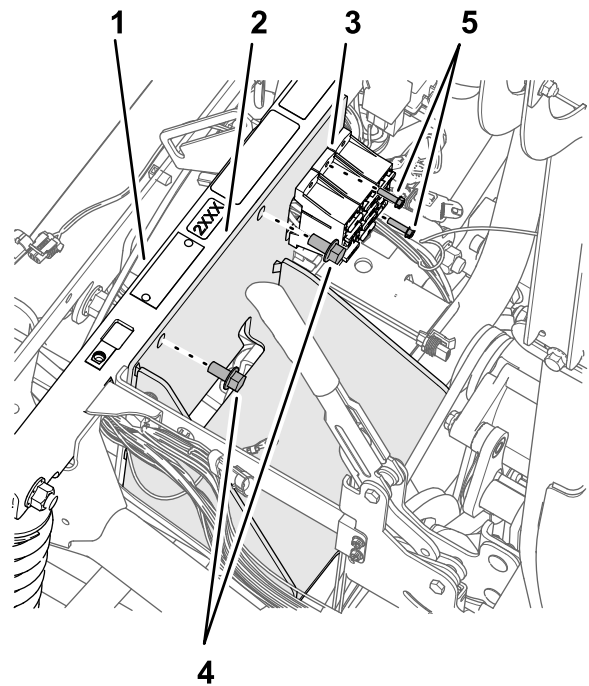

Figura 176
2. Montate la staffa della batteria sul tubo di supporto dell'ammortizzatore (Figura 176) con i 2 bulloni a testa flangiata ($\frac{3}{8}$ " x $\frac{3}{4}$ ") che avete conservato al passaggio 4 di Rimozione della batteria \(300 A\) e della staffa della batteria \(pagina 82\).
4. Fissate i portafusibili alla staffa della batteria (Figura 176) con il bullone (10-24 x $\frac{3}{4}$ ") e i dadi (10-24) che avete rimosso al passaggio 3 di Rimozione della batteria \(300 A\) e della staffa della batteria \(pagina 82\).